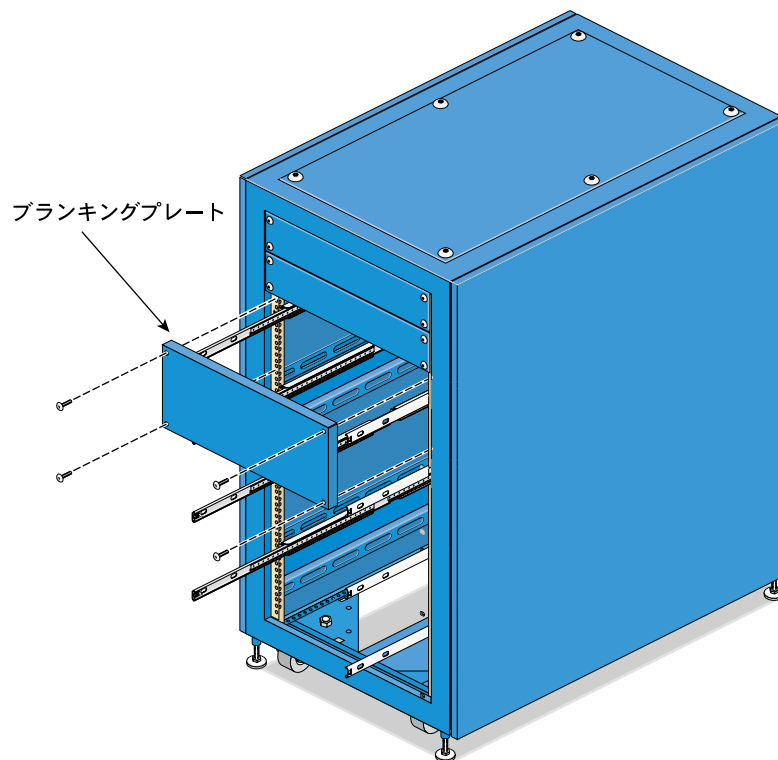

図 4-14 ノードブランキングプレートの取り外し
4. 新しいノードを追加する場合は、ラック前面の、ノードを設置する 4U スペースにある、4U ノードブランキングプレートを取り外します (図 4-14 を参照)。